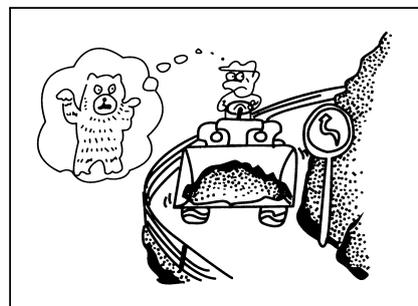

Рис. 1-55
- предупредить другие автомобили гудком, или ходить под наведением специального лица, избавить не аккуратного оперирования (рис. 1-55).